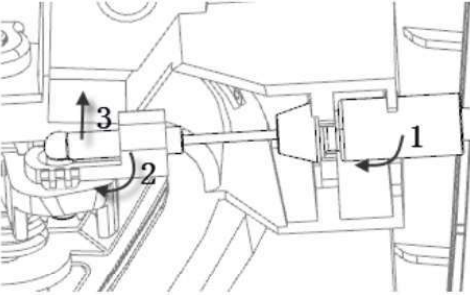

图7-1-6内开拉锁拆卸示意图
(6) 如图图7-1-6，先将箭头1所指圆圈处向外用力将卡在门板上的拉索护套分离，然后将箭头2处拉锁轴套沿箭头2旋转与挂钩分离，最后将挂钩沿箭头3所指处向上提起即可将拉锁整体与门护板分离。